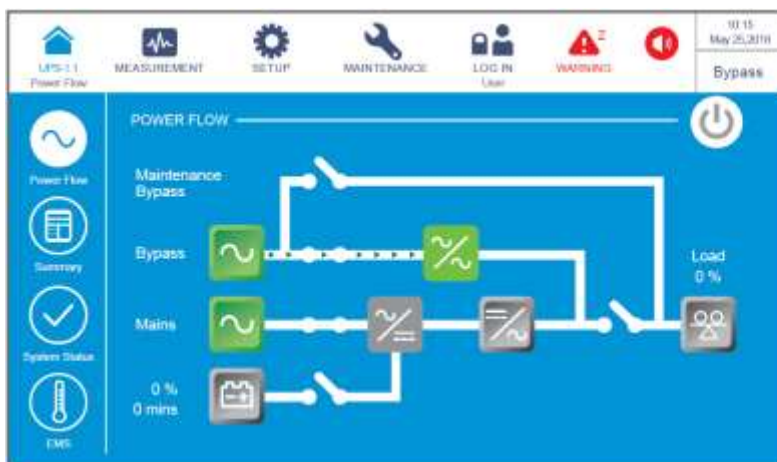

Рисунок 6-69: Экран байпасного режима
- 3) После выбора 'YES', ИБП прекратит внутреннее тестирование без нагрузки и перейдет в байпасный режим. В этот момент трехцветный светодиодный индикатор горит желтым цветом и появляется следующий экран (**Рисунок 6-69**). Расположение трехцветного светодиодного индикатора см. на **Рисунке 2-11**.